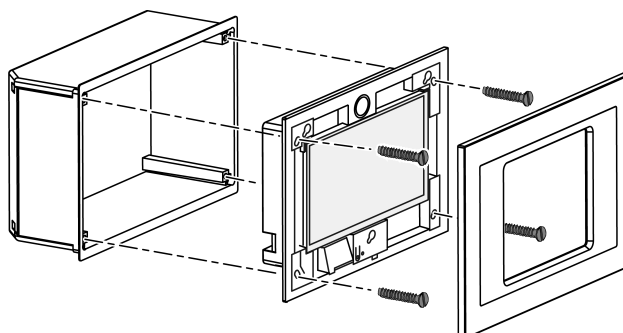

Figura 3: Montaggio in alloggiamento
- i** Raccomandazione: Per una lettura ottimale, montare all'altezza degli occhi. Per il montaggio utilizzare l'alloggiamento Control-9 (Figura 3).